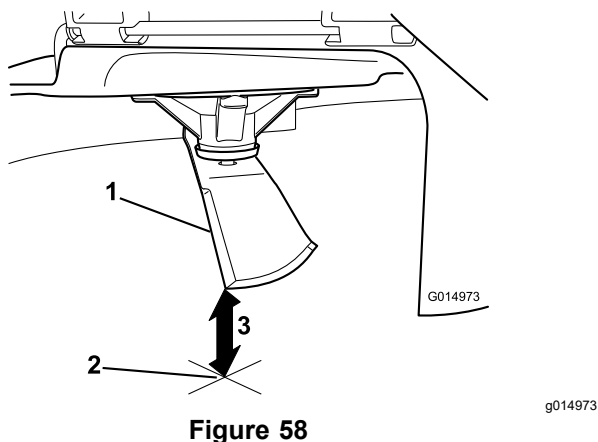

Figure 58
5. Mesurez la distance entre la pointe de la lame et la surface plane (Figure 58).